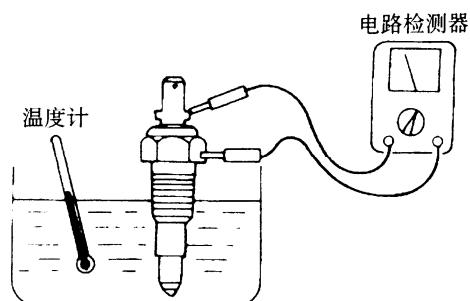

图 20-36
- (1) 放掉冷却水。
- (2) 取下水温表传感器。
- (3) 将水温传感器置于 70°C 热水中，检查标准电阻值是否在指定范围内（见图 20-36）。